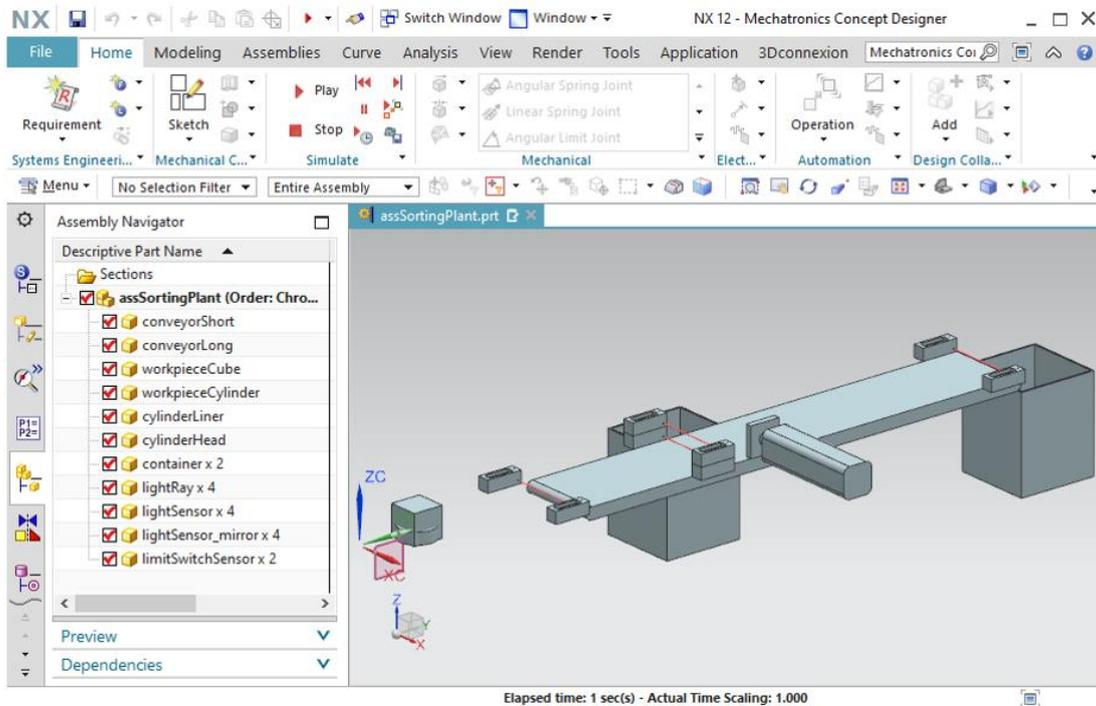

Figura 12: Simulazione di un corpo rigido in MCD
- Avviare una simulazione come indicato nel Capitolo 7.1, "**Sezione: Avvio e arresto di una simulazione in MCD**". Quando si avvia la simulazione si dovrebbe vedere che il nastro trasportatore "conveyorShort" cade verso il basso. Questo accade perché, definendo il nastro come corpo rigido, gli è stata assegnata una massa. Di conseguenza, come si vede nella Figura 12, durante la simulazione le forze gravitazionali lo attraggono verso il basso. Arrestare nuovamente la simulazione.